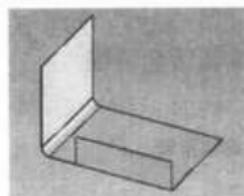

图 8-33 添加了薄壁的钣金零件
(5) 单击 \checkmark （确定）按钮，添加了薄壁的钣金零件如图 8-33 所示。